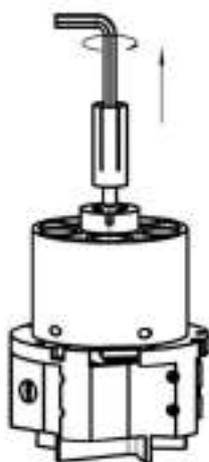

Abb.72: Kontaktbuchse lösen
3. Kontaktbuchse mit dem Innensechskantschlüssel lösen und entfernen (Abb. 72).